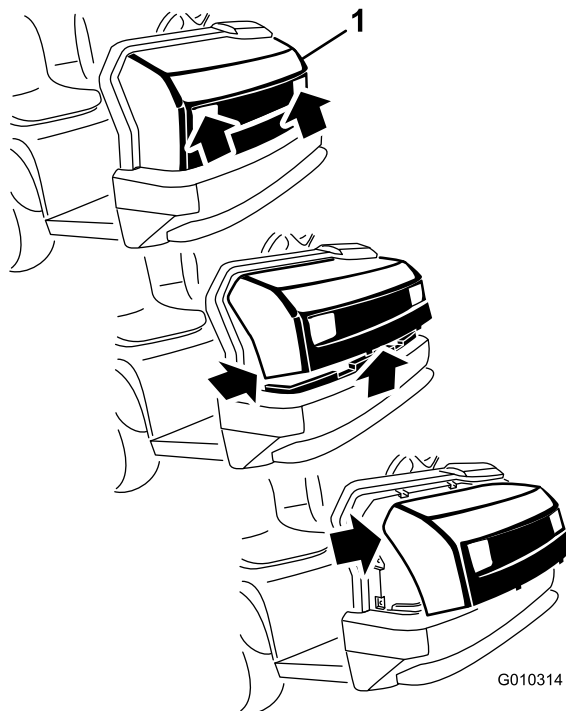

Figure 28
1. Saisissez le capot par les ouvertures des phares et soulevez-le pour dégager les pattes de fixation inférieures des fentes du cadre (Figure 28).
de fixation supérieures des fentes du cadre (Figure 28).
3. Faites pivoter le haut du capot en avant et débranchez les connecteurs des fils des phares (Figure 28).
2. Insérez les pattes de fixation supérieures dans les fentes du cadre (Figure 28).
3. Insérez les languettes de montage inférieures dans les fentes du cadre (Figure 28).